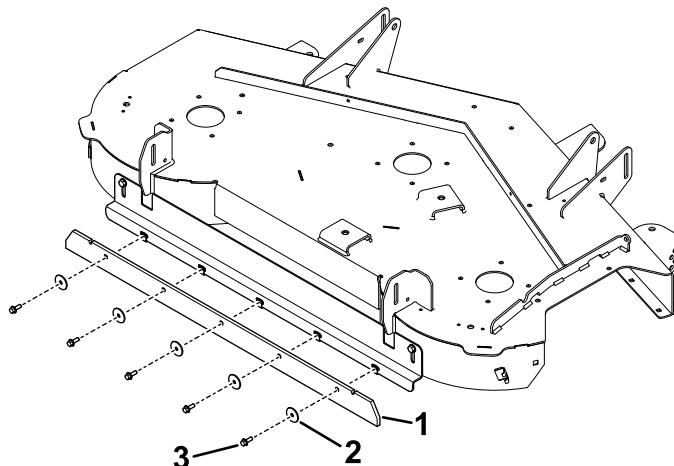

Figure 12
- 8. Fixez le racloir sur le support à l'aide de 5 boulons ($\frac{1}{4} \times \frac{3}{4}$ po) et 5 rondelles (Figure 12).